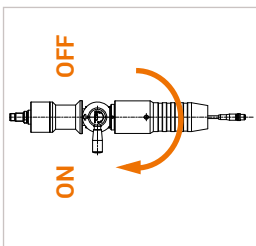

Abbildung 14
- ▶ Drehen Sie den Betätigungshebel (Pos. 3) der Füllkupplung vollständig um 180° in die ON-Position (Abbildung 14). **Wenn sich der Betätigungshebel nicht leicht drehen lässt, nehmen Sie den WEH® Servicenippel nochmals heraus und setzen ihn erneut ein.**